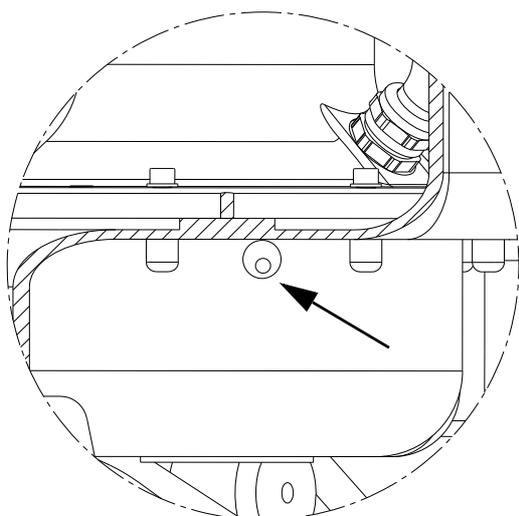

Fig. 31 Orifices de purge du corps de pompe et du réservoir
Si la pompe a été démontée, ne pas oublier d'aligner l'orifice de purge de la pompe avec l'orifice de purge du réservoir lors du remontage. Voir fig. 31 et 32.
b) La protection est activée, le symbole de la pompe, l'horloge et la LED rouge clignotent et le code de défaut est F011. Si la pompe tourne plus de 3 minutes, un programme de protection arrête la pompe pendant 3 minutes et la redémarre après refroidissement. Ce schéma de fonctionnement continue jusqu'à ce qu'un signal d'arrêt provenant du capteur réinitialise la pompe sur un fonctionnement normal. Remarque : Les temps de fonctionnement normaux vont jusqu'à 20 secondes en fonction du point de consigne et du volume effectif du réservoir.	Vérifier que la vanne de refoulement est ouverte. Vérifier la purge du corps de pompe. Nettoyer l'orifice de purge en cas d'obstruction. Voir fig. 31 .